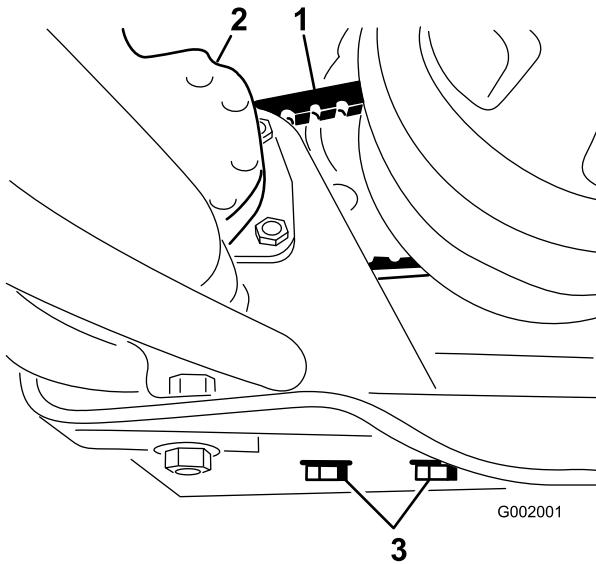

図 64
2. ステアリング・ポンプの取り付けボルトをゆるめる(図 64)。